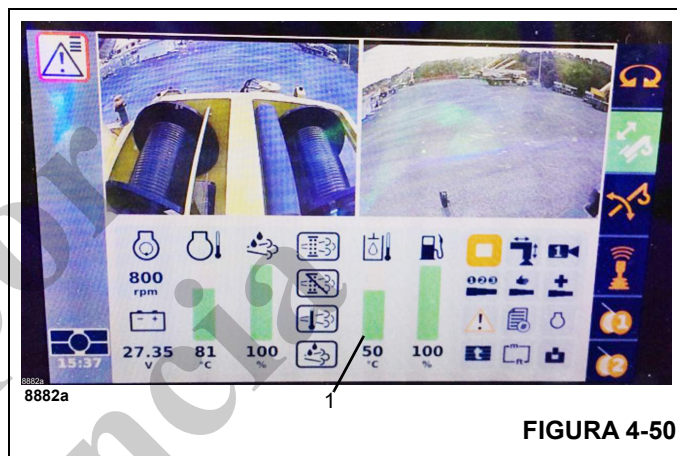

FIGURA 4-50
El aceite hidráulico se ha precalentado cuando la pantalla (5), (Figura 4-50), muestra una temperatura de al menos 10°C (50°F).